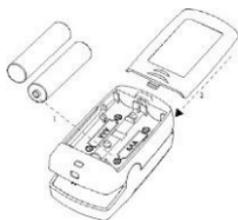

Figura 2 Installazione delle batterie
1. Vedere Figura 2, inserire in modo adeguato due batterie AAA nel vano batterie.